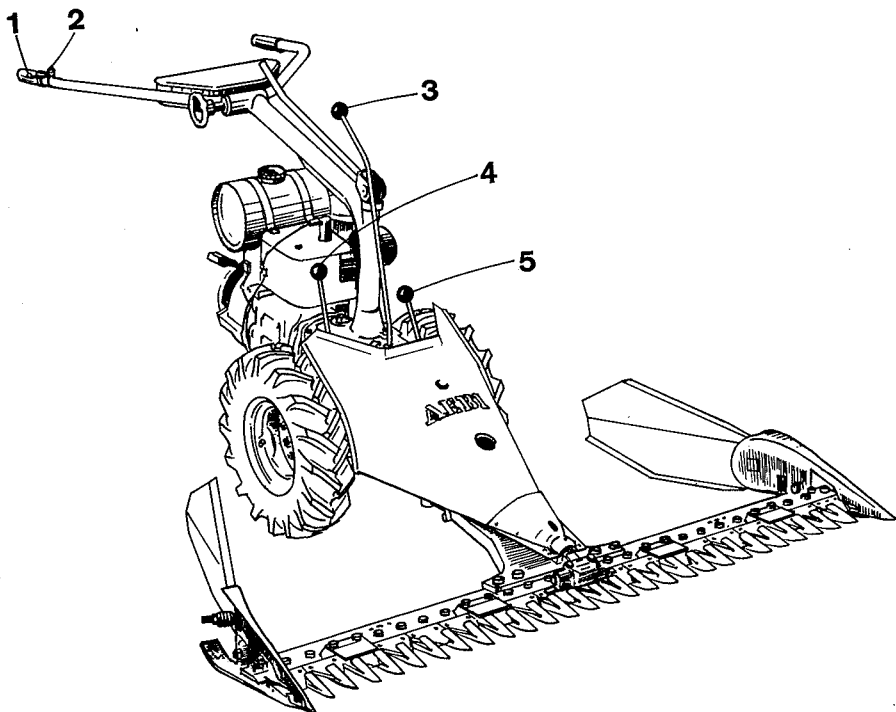

Fig. 1
**Vor jeder Manipulation an der Maschine ist der Umkehrschalt- hebel (Fig. 1) auf 0 (Mittelstel- lung) zu stellen.**
**Levier d'inversion toujours sur 0 avant chaque manipulation à la machine (fig. 1).**
**Prima di ogni manipolazione alla macchina, la leva di conversione deve essere spostata su 0, per disinnestare il cambio completo (fig. 1).**